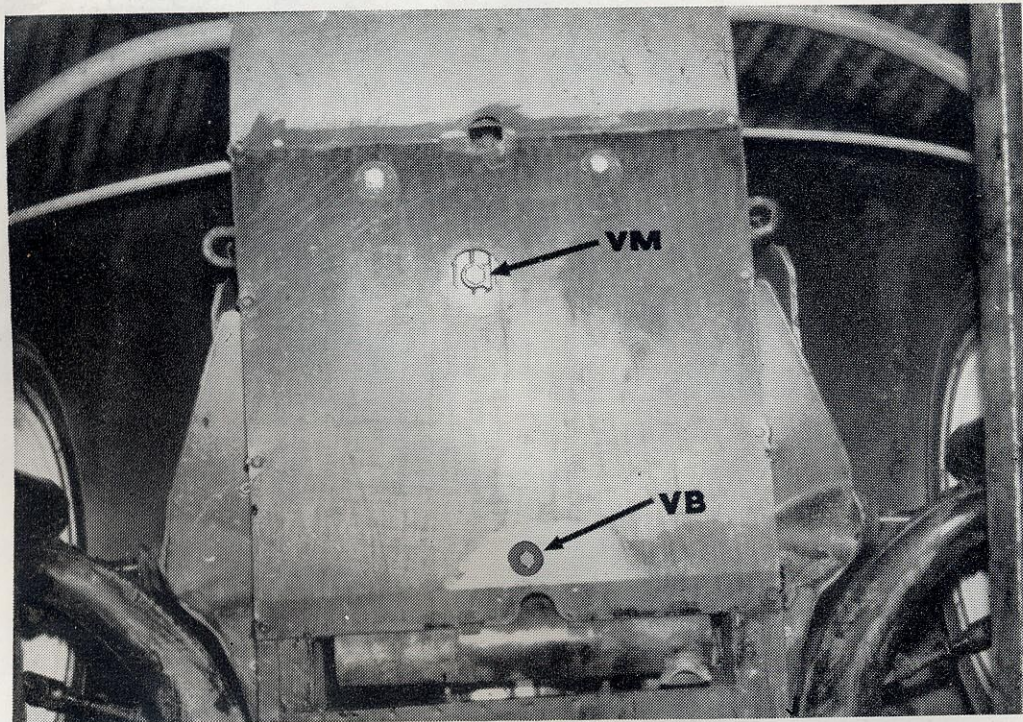
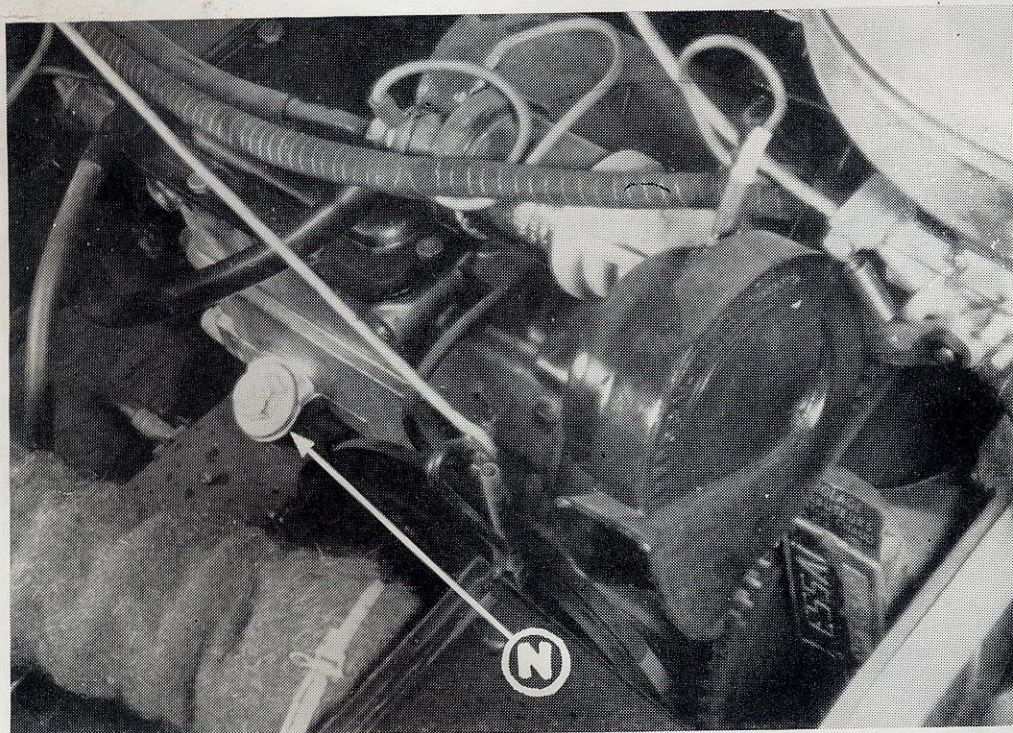

FIG. 17. — MOTEUR AVANT
FIG. 22. — BOUCHONS DE REMPLISSAGE
Après 3 000 km, vidangez à chaud les carters (bouchon en VM, fig. 17 et 18).
Vérifiez le niveau de l'huile dans les boîtes de vitesses AV et AR (N, fig. 22).
- c) De vidanger les boîtes de vitesses (fig. 17 et 18) et de remettre un litre très exactement d'huile S. A. E. 80 « extrême pression » par boîte (fig. 22).